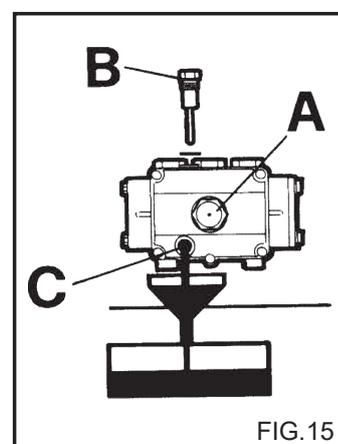

FIG.15
2) Dévisser le bouchon de la tige de contrôle de niveau (fig. 15).